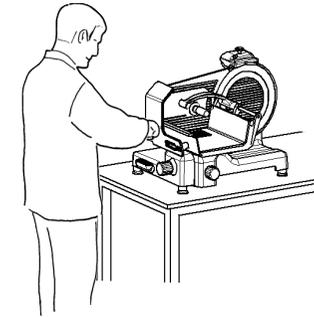

Abb. 39
3. Korrekte Position einnehmen, um Unfälle zu vermeiden: mit der rechten Hand den Handgriff des Pressers ergreifen und die linke Hand neben den Scheibenhalter bereithalten, um die Scheiben zu entnehmen (**ohne dabei mit dem Schneideblatt in Berührung zu kommen**); der Körper muss dem Arbeitsfeld gegenüber senkrecht stehen. (Abb.39).